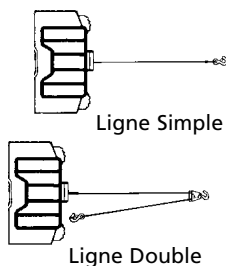

Figure 2
** Toutes les charges sont pour un fonctionnement à câble unique. Le fonctionnement à câble double avec un palan augmente la capacité du treuil approximativement du double. (Voir la Fig. 2.)
1. La capacité de charge de travail maximale se trouve sur la couche de câble métallique située le plus près du tambour. **NE SURCHARGEZ PAS LE TREUIL. N'ESSAYEZ PAS DES TRACTIONS PROLONGÉES AVEC DES CHARGES LOURDES.** Les surcharges peuvent endommager le treuil et/ou le câble métallique et créer des conditions de fonctionnement dangereuses. **POUR TOUTE CHARGE SUPÉRIEURE À 454 KILOS (1000 LIVRES), NOUS VOUS CONSEILLONS D'UTILISER LE PALAN FACULTATIF AFIN D'AVOIR UNE LIGNE DOUBLE DE CÂBLE MÉTALLIQUE (Fig. 2).** Ceci réduit d'environ 50% la charge sur le treuil et le stress sur le câble métallique. Attachez le crochet à une partie porteuse. **Le moteur du véhicule doit tourner pendant l'opération de treuillage.**